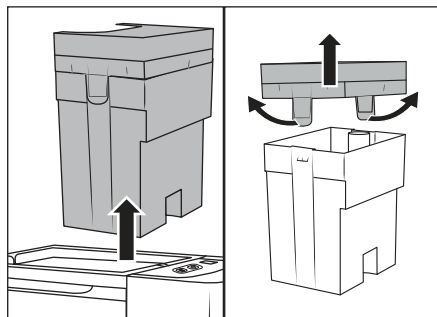

Bild 7
- ♦ Ta tag i handtaget på smutsvattentankens **7**  lock **3** och dra upp den ur produkten (se bild 7).
- ♦ Dra ut de båda spännena en aning och ta av locket **3** (se bild 7).